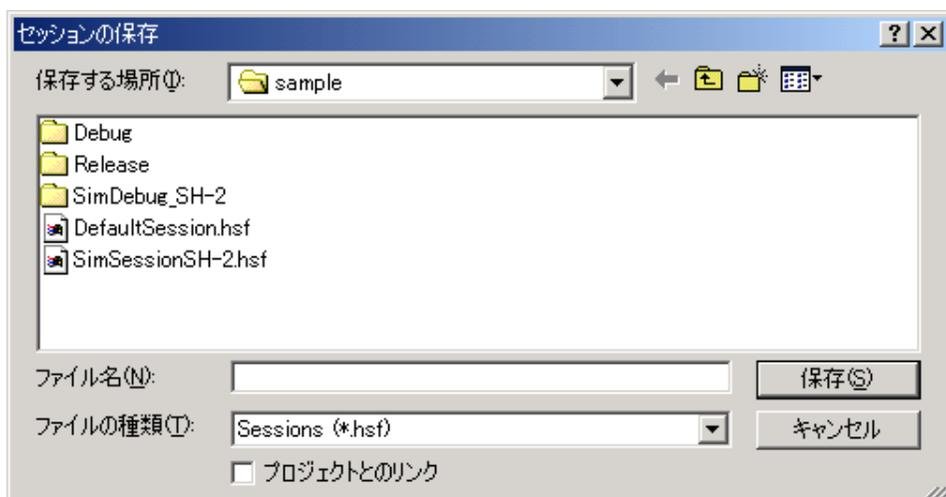

図 4.34 [セッションの保存]ダイアログボックス
3. [名前を付けて保存]ボタンをクリックしてください。[セッションの保存]ダイアログボックスを表示します (図 4.34)。